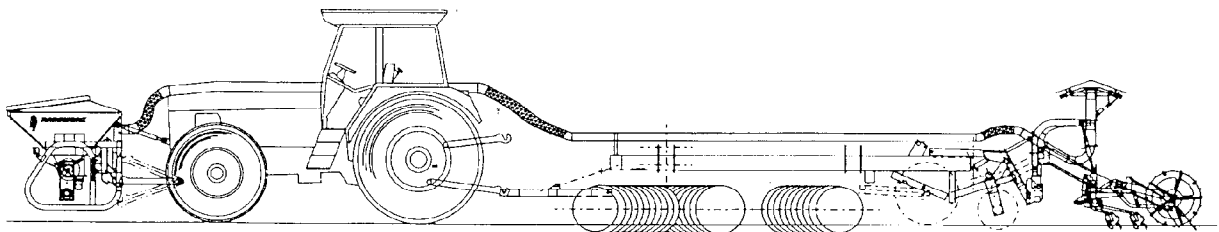

Fig. 9
- f) ... avec semoir (fig. 9 - "Turbodrill" à trémie frontale)